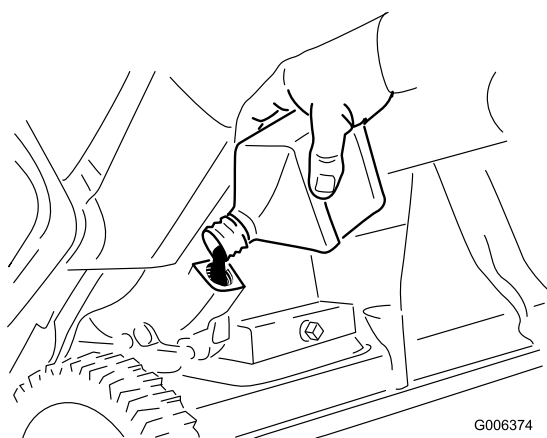

Figura 31
8. Con la macchina in posizione di funzionamento, versate **con cautela** l'olio nel foro di riempimento dell'olio. Attendete 3 minuti che l'olio si stabilizzi e aggiungetene quanto basta a raggiungere il punto di troppopieno. La quantità dell'eventuale olio residuo nella bottiglia deve essere minima (Figura 31).